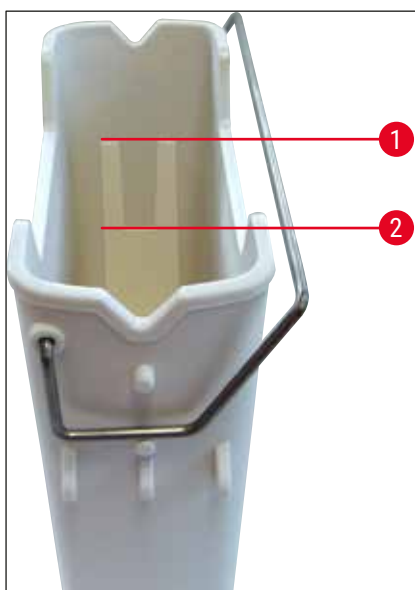
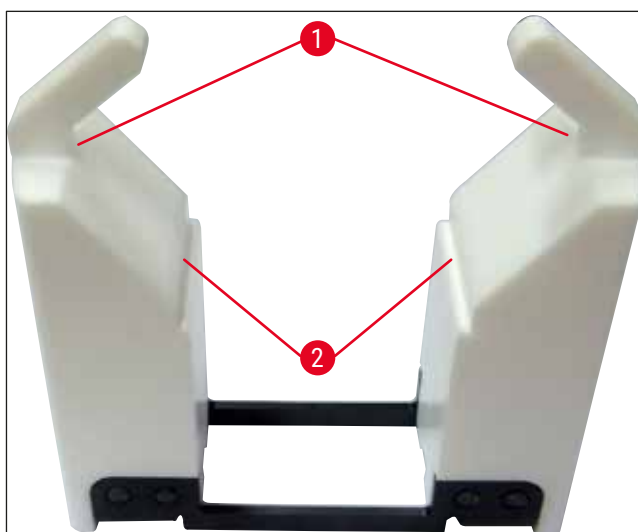

Fig. 66
Fig. 67
Controlați amplasarea corectă a cadrelor cuvelor de reactivi la cuva de reactivi. Dacă nu este cazul, fixați cadrul în conformitate cu (→ "Fig. 66").
- La umplerea fiecărui tip de cuvă de reactiv, observați marcajul nivelului de umplere din interiorul cuvelor de reactiv (→ "Fig. 66") (→ "Fig. 67").
- Dacă se folosesc inserții pentru coloranți speciali (→ "Fig. 67") în cuvele de reactivi pentru a reduce volumul reactivului, introduceți-le mai întâi în cuva de reactiv și apoi umpleți cu reactiv cel puțin până la nivelul minim de umplere indicat (→ "Fig. 67-2"), însă nu peste nivelul maxim de umplere (→ "Fig. 67-1").